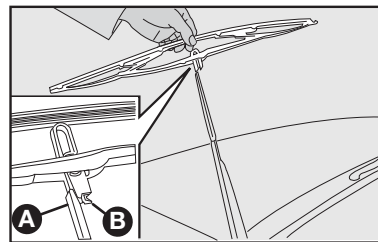

fig. 27
Substituição das palhetas do limpador do para-brisa - fig. 27
- 2) Tirar a palheta apertando a trava **B**-fig. 27 na haste **A** e simultaneamente empurrando-a para baixo, a seguir, desengatar a palheta da haste **A**;